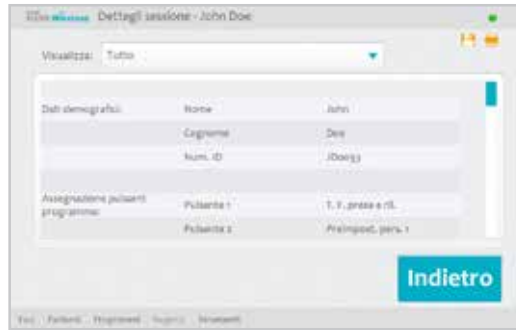

Figura 8-35 - Finestra relativa ai dettagli della sessione
4. si apre la finestra dei dettagli della sessione, contenente i dettagli salvati per quella sessione (Figura 8-35).